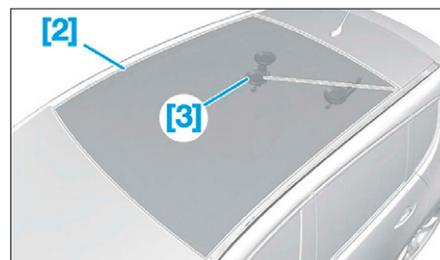

FIG. 16
- [3]. Dispositif à enrouleur avec galet (réf.1354-AZ) et (réf.1354-BZ) (Fig.16).
- Fixer le fil de découpe [2] en (10).
- Commencer la découpe du cordon de colle (Fig.16).